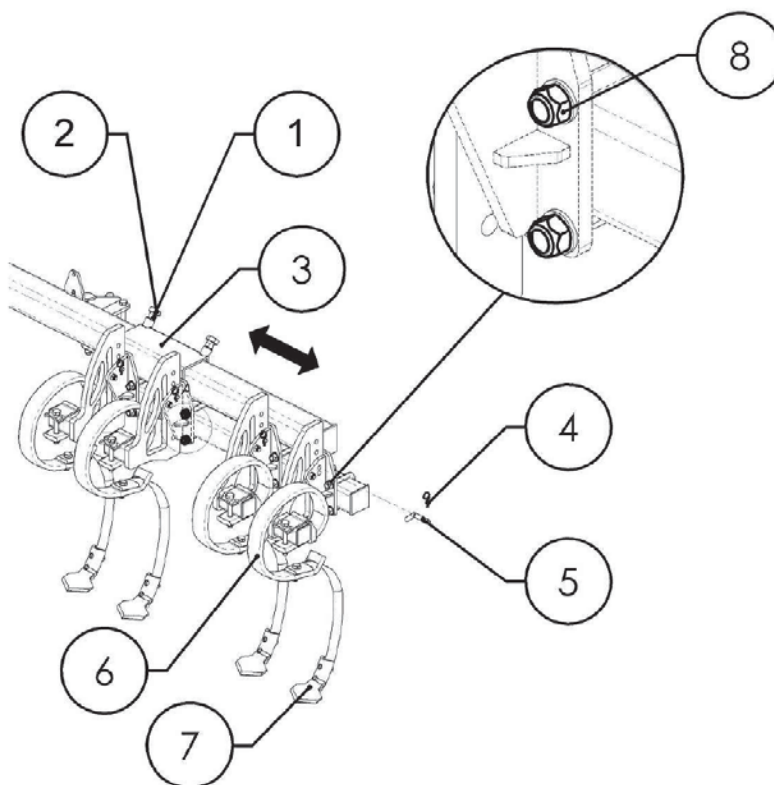

Fig. 22 Sporløsnere
For at ændre afstanden mellem jordløserne (Fig. 22) skal man:
For at justere arbejdsdybden for sporløserne (Fig. 22) skal man:
- løsne skruerne, som fastgør plovjernene (7) (Fig. 22)